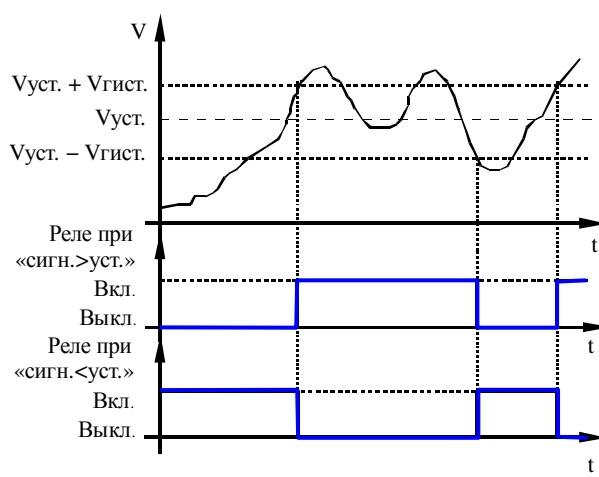

Рисунок 16 - Диаграмма работы реле
- «Режим» – выбирается режим срабатывания реле: «выкл.» – реле всегда выключено; «сигн<уст.» и «сигн>уст.» – реле включается/выключается при входном сигнале меньше или больше уставки соответственно с учётом гистерезиса (смотри рисунок 16).